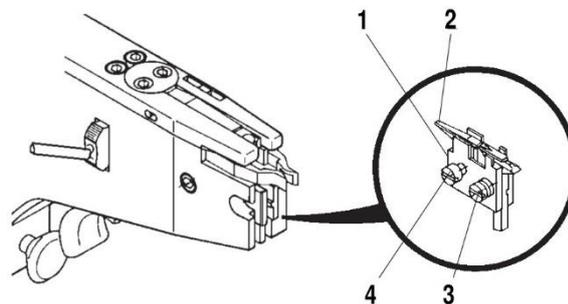
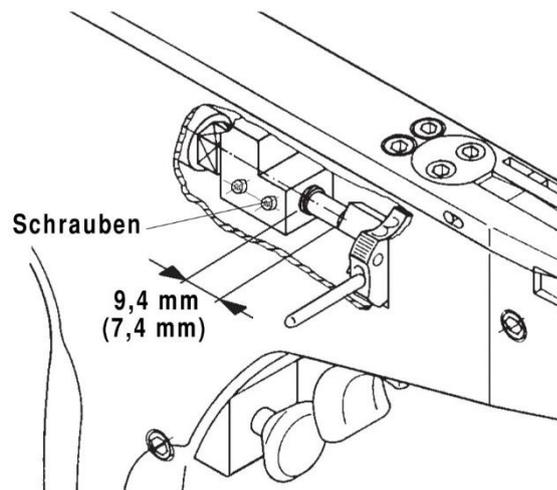

Abbildung 19: Austausch Clipführung 1
Abbildung 21: Kontrollmaß
2. Nehmen Sie den Stiftgreifer rechts (25) aus seiner Stiftverankerung heraus. Achten Sie dabei darauf, dass der Kunststoffschlauch nicht beschädigt wird!
4. Lösen Sie die Schrauben (7; 8) und nehmen Sie die Isolierplatte (28) ab; jetzt kann der Befestigungskeil (9) entfernt werden.
5. Nun kann der komplette Block mit linker und rechter Führungsplatte (4; 5) herausgenommen werden siehe Abbildung 19: Austausch Clipführung 1
2. Schrauben Sie die Schrauben (51) rechts und links heraus und ziehen Sie die Cliprollenhalterung (31) nach hinten ab.
3. Schrauben Sie den Deckel (2) ab; Achten Sie dabei auf die Druckfeder (39)!
4. Lösen Sie beide Zylinderschrauben (54) siehe Abbildung 19: Austausch Clipführung 1.
5. Lösen Sie die L-Schnellverschraubung (44) (achten Sie dabei auf die Dichtungen!) und schrauben Sie den Druckluft-Zylinder heraus.
6. Schrauben Sie den neuen Druckluft-Zylinder ein und setzen Sie die Montage in umgekehrter Reihenfolge (Punkte 4. bis 2.) fort; Achten Sie darauf, dass das Kontrollmaß „9,4 mm“ eingehalten wird siehe Abbildung 21: Kontrollmaß!